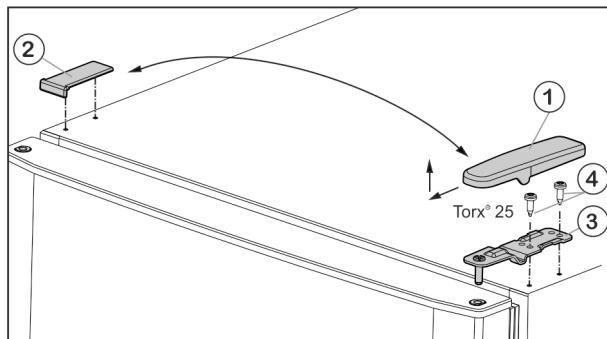

Fig. 6
- Потяните крышку Fig. 6 (1) вперед и вверх.
- Снимите крышку Fig. 6 (2).
- Открутите верхний опорный кронштейн Fig. 6 (3) (2 шт. Torx® 25) Fig. 6 (4) и поднимите вверх.
- ▶ Установите верхний опорный кронштейн Fig. 6 (3) на новой стороне шарнира и защелкните в дверце.
- ▶ Привинтите верхний опорный кронштейн **(с моментом 4 Нм)** (2 шт. Torx® 25) Fig. 6 (4). При необходимости используйте аккумуляторный шуруповерт.
- ▶ Наденьте и защелкните крышку Fig. 6 (1) на противоположной стороне снаружи.
- ▶ Также наденьте сверху и защелкните крышку Fig. 6 (2) на противоположной стороне.